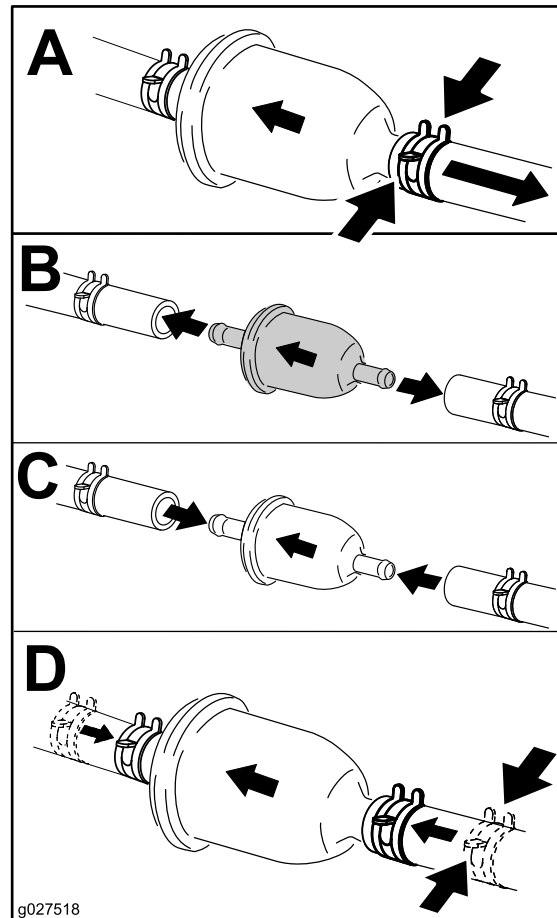

Figure 48
3. Remplacez le filtre (Figure 48).